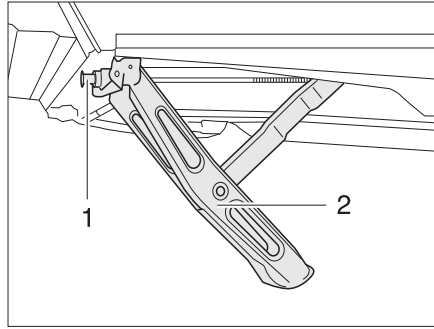

Fig. 15 Apoyo a manivela bajado girando la manivela
- Insertar la manivela en el hexágono (Fig. 15,1) de los apoyos a manivela (Fig. 15,2).